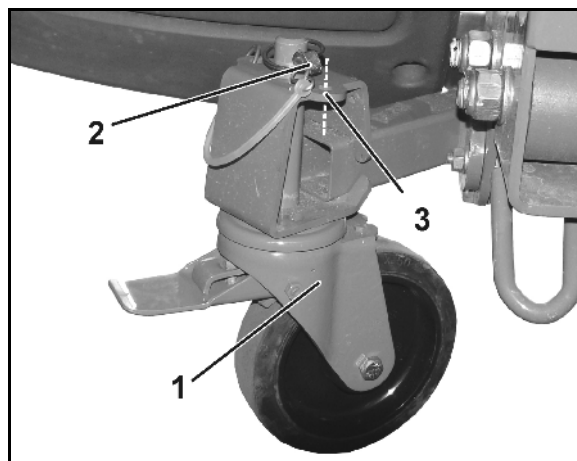

Fig. 26
De to styreruller er udstyret med et monteringsystem, der forhindrer, at gødningssprederen ruller (Fig. 26/1).
5. Styrbare bremsruller (Fig. 26/1) foran
- o Monter, og foretag sikring med split (Fig. 26/2),
Hvis transportrullerne ikke anvendes, skal klapstikkene fastgøres i parkeringsposition (Fig. 26/3).